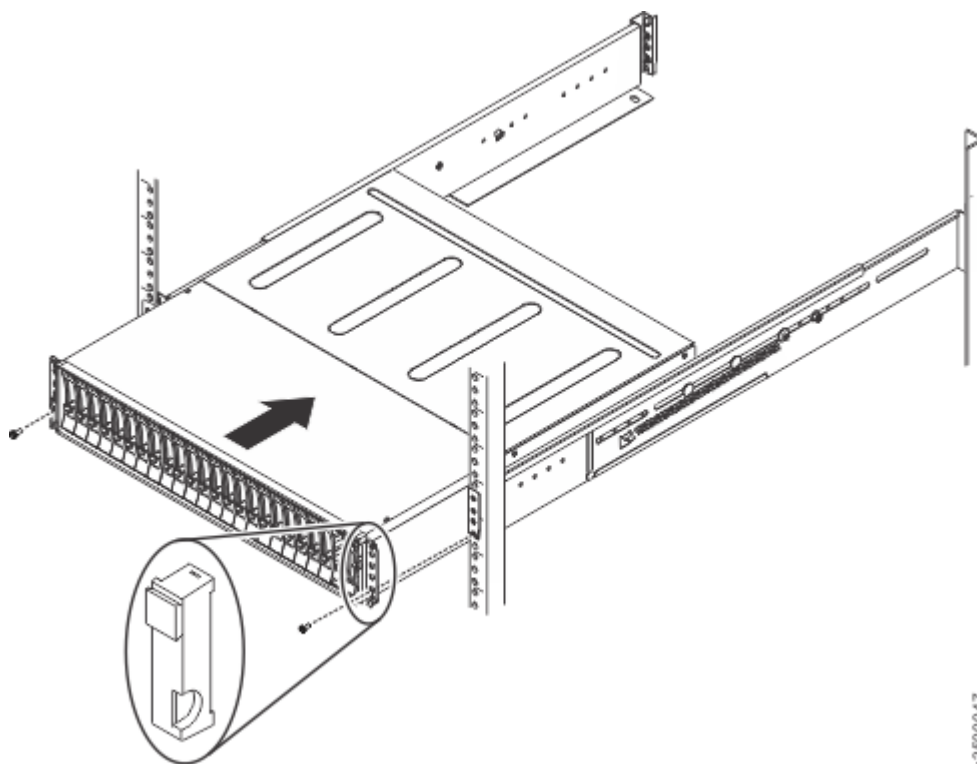

Figure 41. Insertion du boîtier dans l'armoire
3. Faites glisser avec précaution le boîtier dans l'armoire sur ses glissières jusqu'à insertion complète du boîtier (voir la Figure 41, à la page 36).
Voir la Figure 41, à la page 36. Le cache de gauche dispose de fentes destinées à des voyants qui s'alignent avec les voyants d'état sur le bord du boîtier.